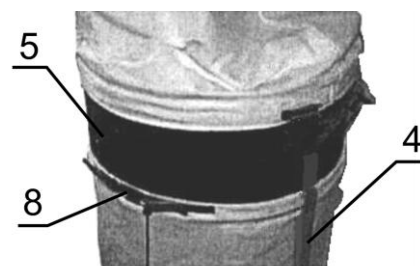

Рисунок 7.
8. На корпус пылесоса наденьте мешок для стружки (8 рис. 7.), закрепив его хомутом для мешков.